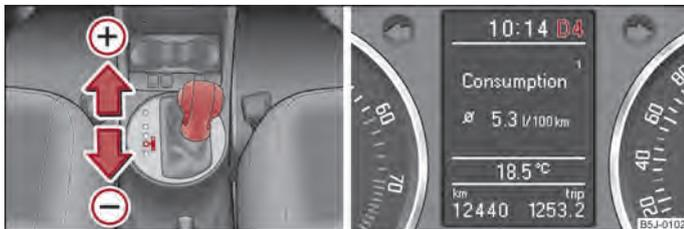

Fig. 85 Palanca selectora: cambio manual/pantalla informativa grande: cambio manual
La posición de la palanca selectora se visualiza junto con la marcha puesta en la pantalla informativa del cuadro de instrumentos ⇒ fig. 85, lado derecho.
- Presione ligeramente la palanca selectora (en la posición Tiptronic) hacia adelante ⇒ fig. 85 (+).